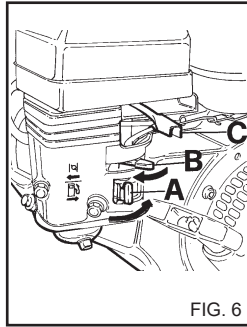

FIG. 6
1) Переведите рычаг подачи бензина в положение ON (рис. 6А).
2) Переведите рычаг запуска в положение Пуска (рис.6В). Если двигатель разогрет, данная операция не нужна.
5) Как только двигатель запустится, переведите рычаг запуска (рис. 6В) обратно в начальное положение.
б) Переведите рычаг топливного насоса в положение OFF (рис. 6А).